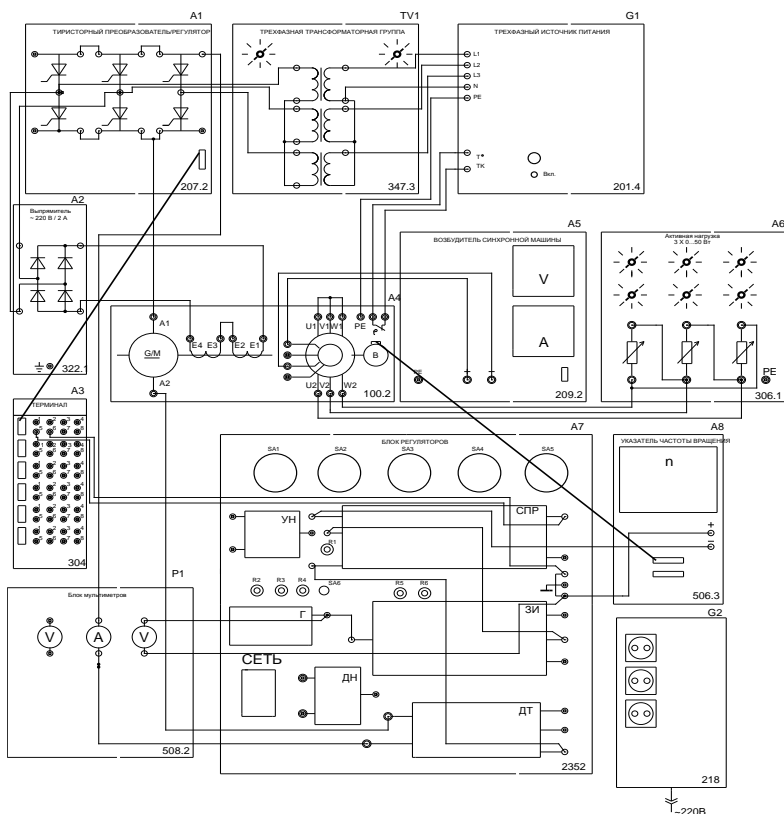

Рис. 18.1. Электрическая схема соединений
2. Собрать электрическую схему соединений по рис. 18.1.